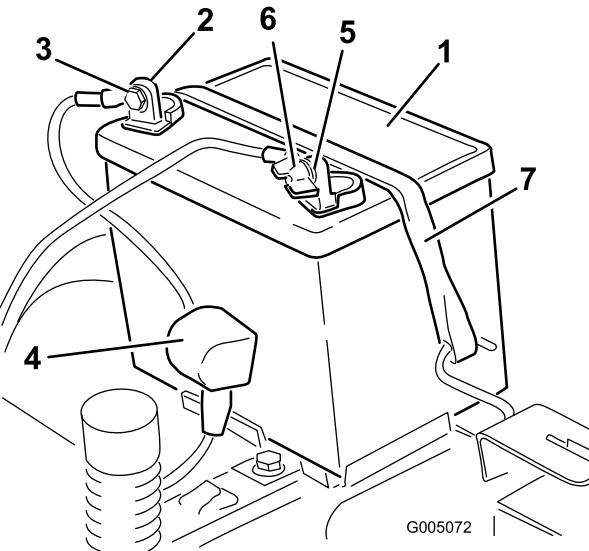

Figura 32
5. Deslice hacia arriba la cubierta de goma del cable positivo (rojo). Desconecte el cable positivo (rojo) del borne de la batería (Figura 32). Guarde todos los herrajes.
6. Retire la correa de sujeción de la batería (Figura 32) y levante la batería para retirarla de su bandeja.
- Coloque la batería en la bandeja, con los bornes hacia el puesto del operador (Figura 32).
- Fije la batería con la correa de sujeción (Figura 32).